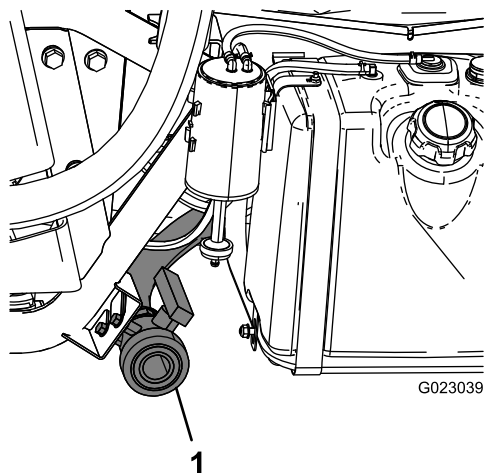

Figura 15
2. La valvola di spurgo del serbatoio è situata sul lato sinistro della macchina (Figura 15).
4. Aprite la valvola per spurgare il materiale rimasto nel serbatoio, e smaltitelo nel rispetto del regolamento locale e secondo le istruzioni del produttore del materiale (Figura 15).
5. Una volta spurgato completamente il serbatoio, chiudete la valvola di spurgo e installate la valvola sulla staffa (Figura 15).